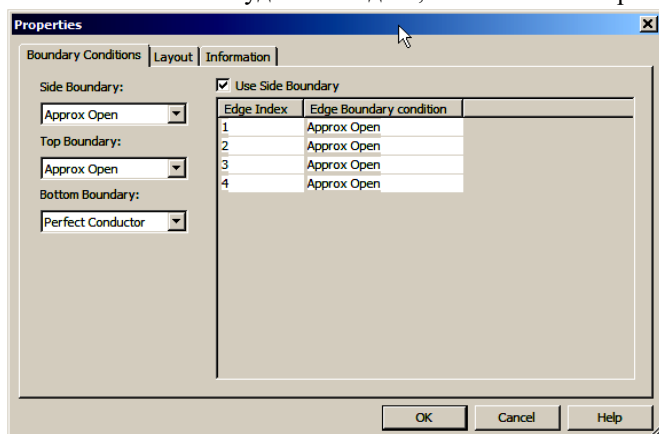
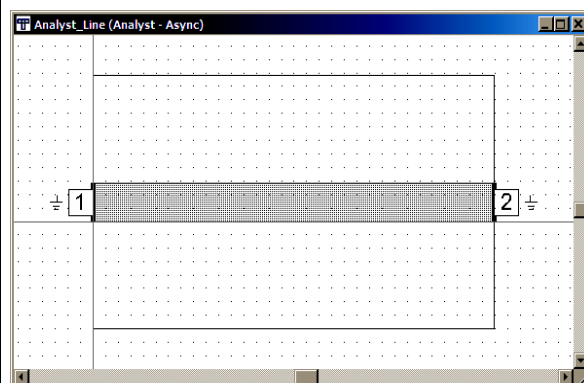

Рис. 29
Рис. 30
6. Щёлкните по оставшейся граничной форме левой кнопкой мышки, затем щелкните правой кнопкой и выберите **Shape Properties**, чтобы открыть диалоговое окно **Properties** (рис. 29). Убедитесь, что граничные условия соответствуют этому рисунку. Топология будет выглядеть, как показано на рис. 30.